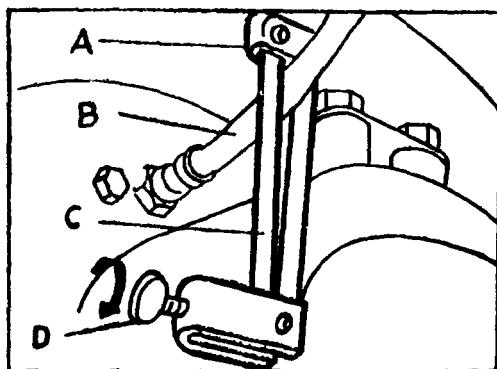
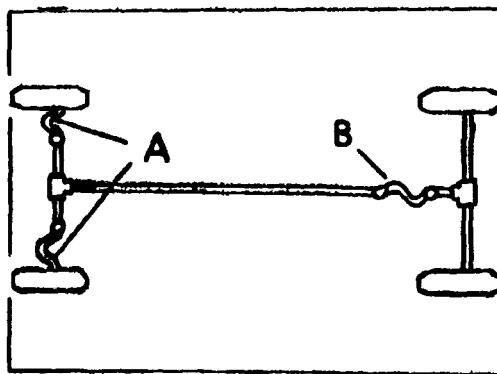

Fig. 1 Pinza GIRLING
Fig. 2 Posición de las pinzas
- 2) Con la ayuda de las pinzas GIRLING, condensar todas las conducciones del sistema hidráulico a las ruedas. Las pinzas deberán colocarse sobre los latiguillos flexibles según se indica en las fig. 1 y fig. 2